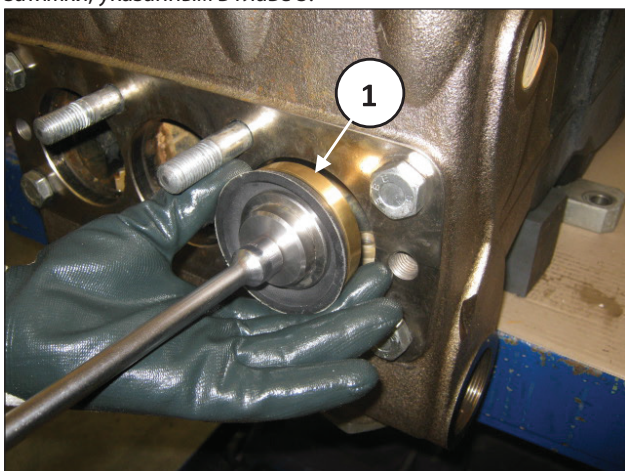

Рис. 135
С помощью Т-образного ключа вставьте пакет поршневого уплотнения внутрь цилиндра (поз. ①, Рис. 135) при узле распорки поршня на ВМТ, следя за тем, чтобы не повредить уплотнительную кромку.